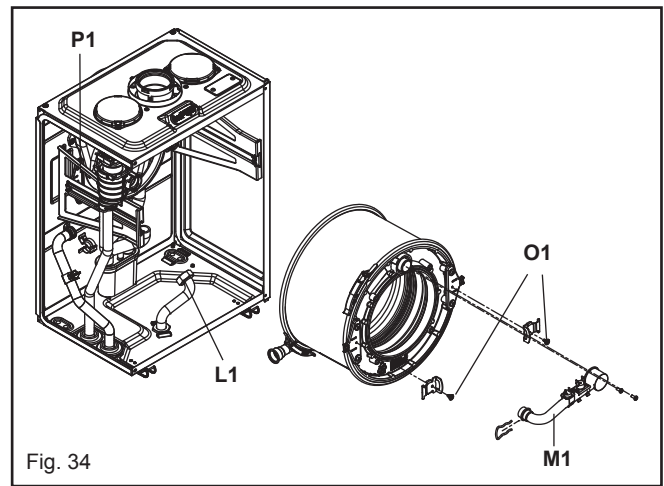

Fig. 34
6.13 FLUE FAN & MIXER (fig. 34)
6.15 MAIN HEAT EXCHANGER (fig. 34)